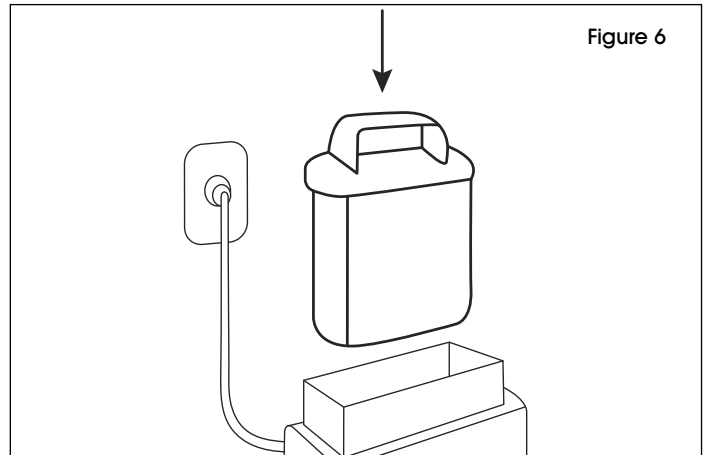

Figure 6
2. Insérez la batterie dans le support de recharge. (Voir Figure 6)